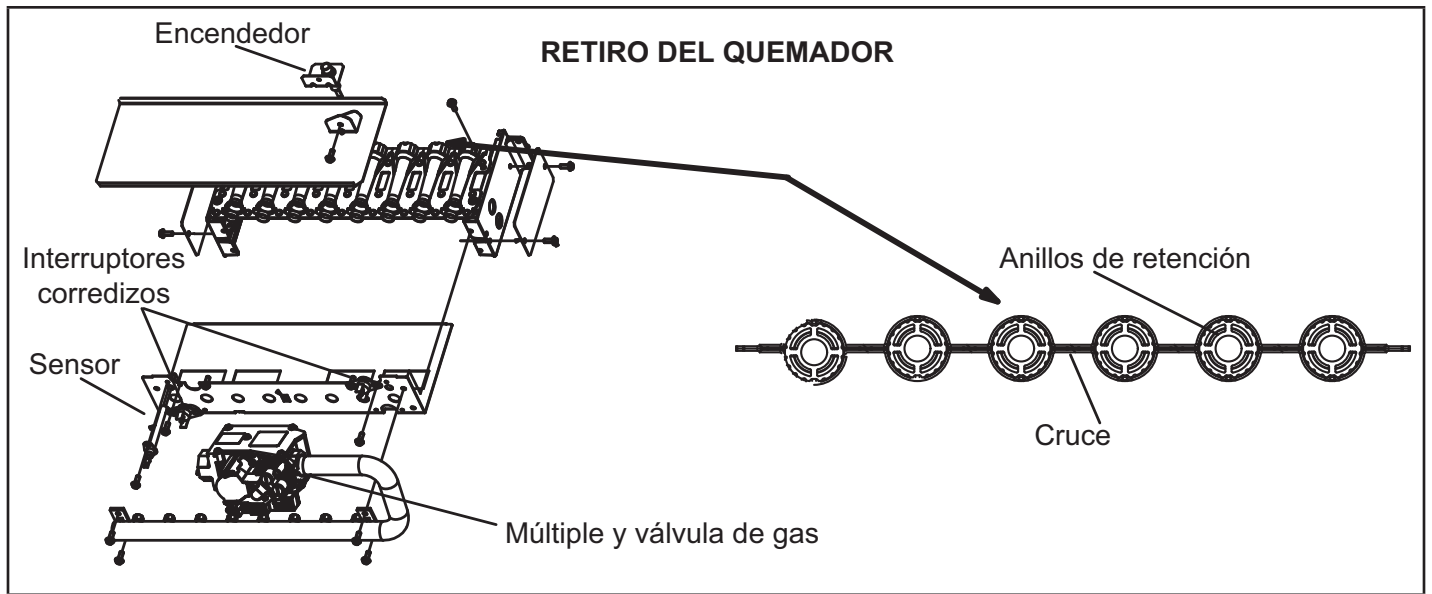

Figura 24
- 5- Para limpiar los quemadores, utilice una aspiradora con un cepillo blando sobre la superficie de los quemadores. Inspeccione visualmente dentro de los quemadores y cruces para detectar algún bloqueo causado por materias extrañas. Quite cualquier bloqueo. La Figura 24 muestra el detalle del quemador.